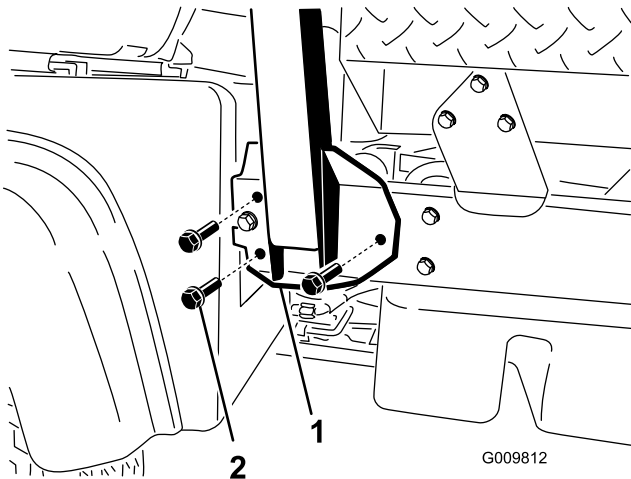

Bild 4
1. Fluchten Sie jede Seite des Überrollschutzes mit den Befestigungslöchern an jeder Seite des Fahrzeugrahmens aus, wie in Bild 4 dargestellt.